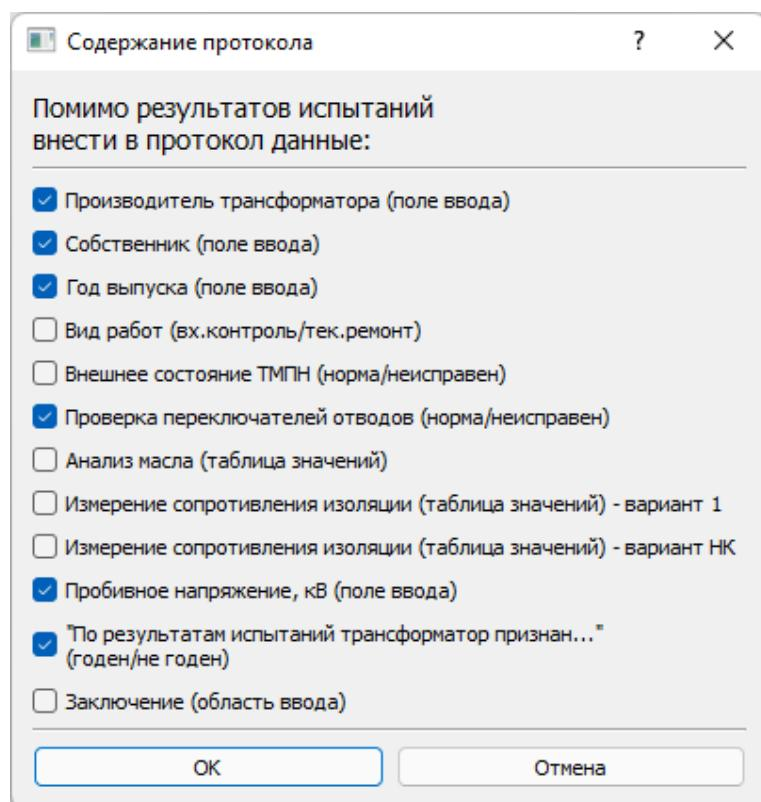

Рис. 31. Диалоговое окно изменения содержания протокола.
**5.7.5.2.** «Изменить содержание протокола...» Открывает диалоговое окно (рис. 31), в котором можно выбрать какие сведения помимо результатов испытаний будут включены в протокол. Для каждого из выбранных пунктов во вкладке протокол будут созданы соответствующие элементы ввода (указаны в скобках).